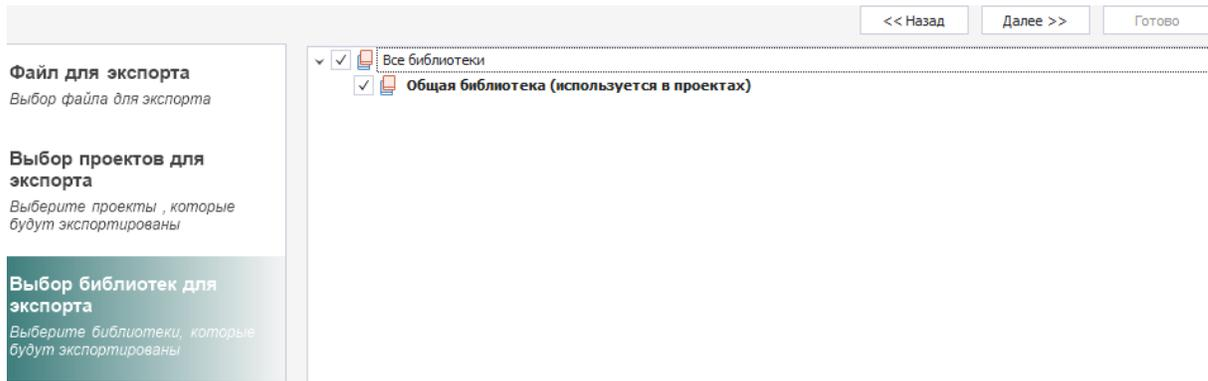

Рис. 4 Выбор библиотек
5. Выбрать библиотеки, которые необходимо экспортировать, и нажать «Далее», см. Рис. 4.